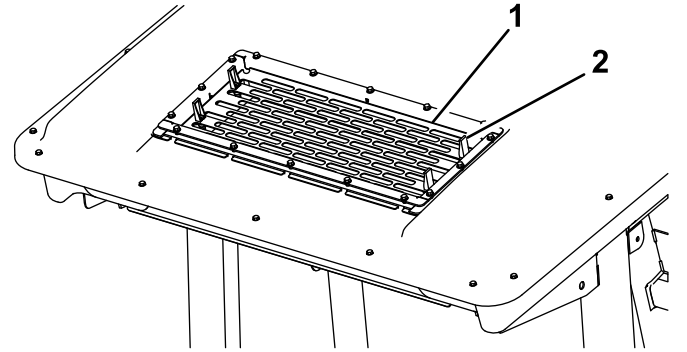

Figura 57
2. Levante las 4 pestañas de la rejilla del aire acondicionado (Figura 57) y retire la rejilla por la parte superior de la cabina.